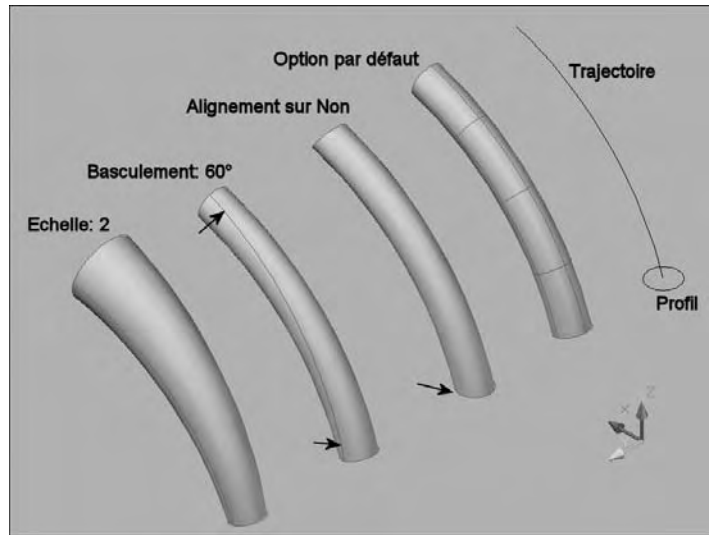

Fig.4.7
- 4 Sélectionnez la trajectoire ou sélectionnez une option (fig.4.7).